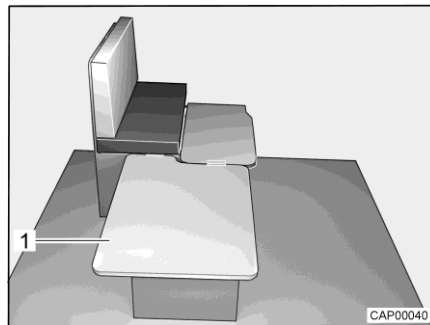

Bild 49 Während des Umbaus
- Einlegebrett (Bild 49,1) seitlich an der Sitzbank einhängen und auf den Tisch legen.